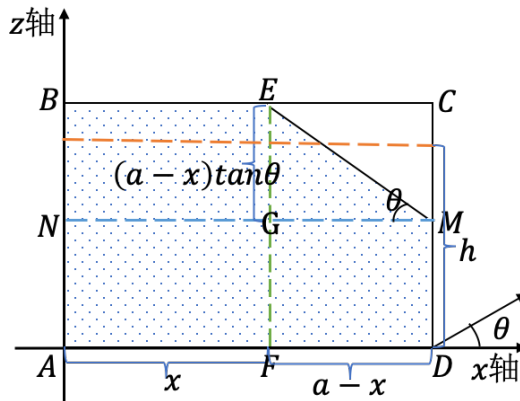

图 10：油面形状为五边形示意图
(5) 油面呈现为“五边形”： $h_k(t) \leq \frac{c_k}{2}$ 且 $\theta_3 \leq |\theta| \leq \theta_4$ ，如图 10 所示。